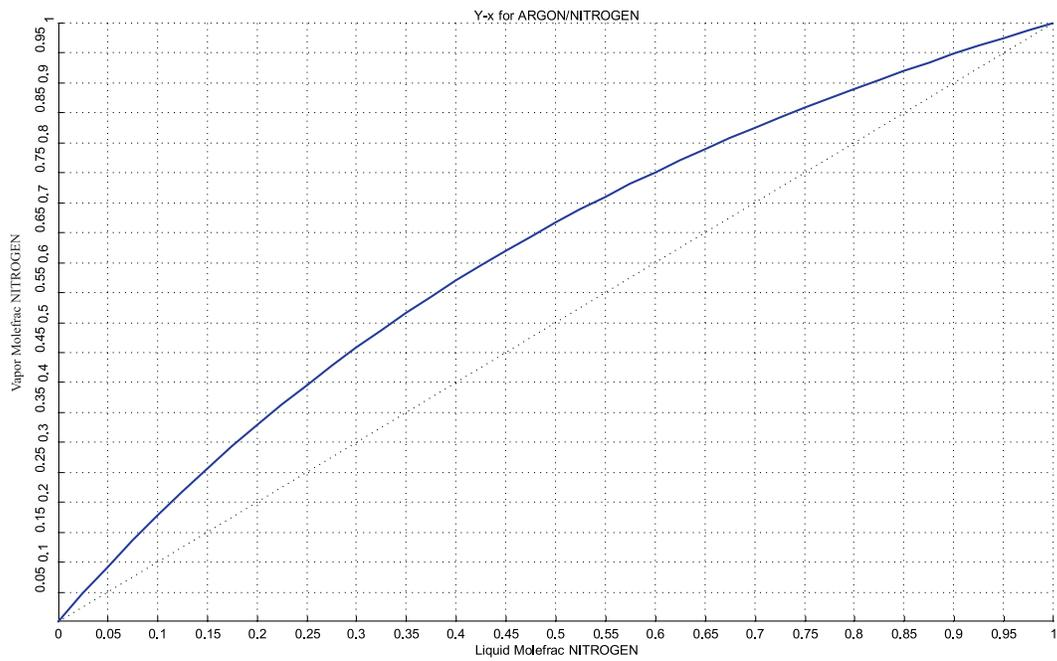

Figura 2:
- Calcular y dibujar la relación de reflujo mínimo. Usar Figura 2.(2 ptos)
- Calcular el número de etapas a reflujo total. Usar Figura 2. (2ptos.)